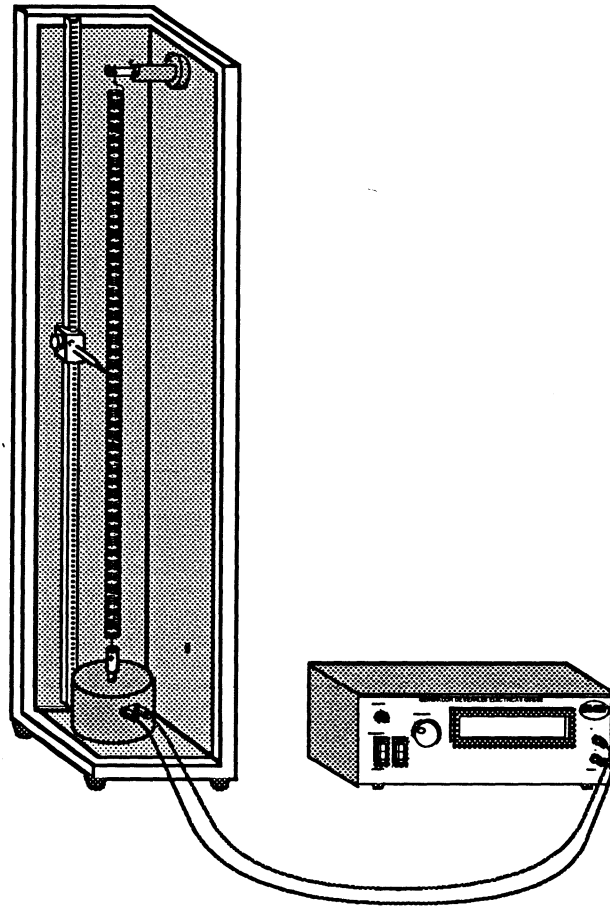

Figura 2.- Instalación del Equipo.
- 1.- Instale el Sistema de Ondas Mecánicas como se muestra en la figura 2.